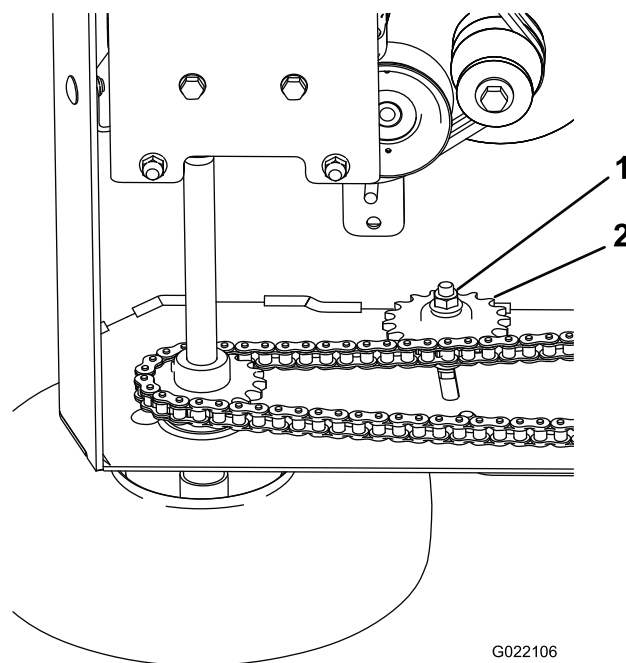

Figure 33
- A. Desserrez l'écrou qui fixe le pignon de tension de la chaîne (Figure 33).